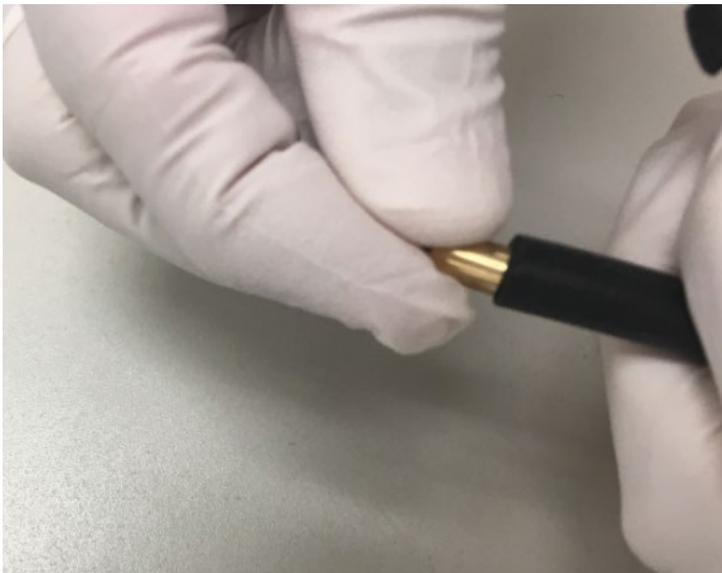

图 16: 将黄铜限流板衬套安装到油雾过滤器软管中
- 9) 将黄铜限流板衬套安装到油雾过滤器的黑色小软管中。见图 16。